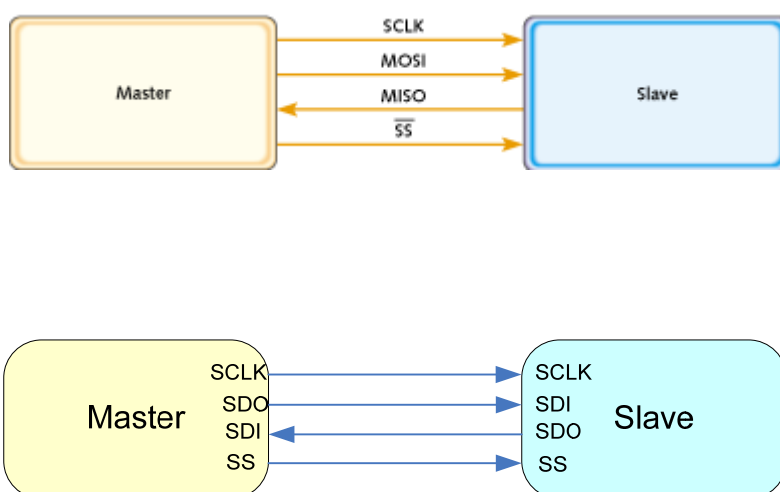
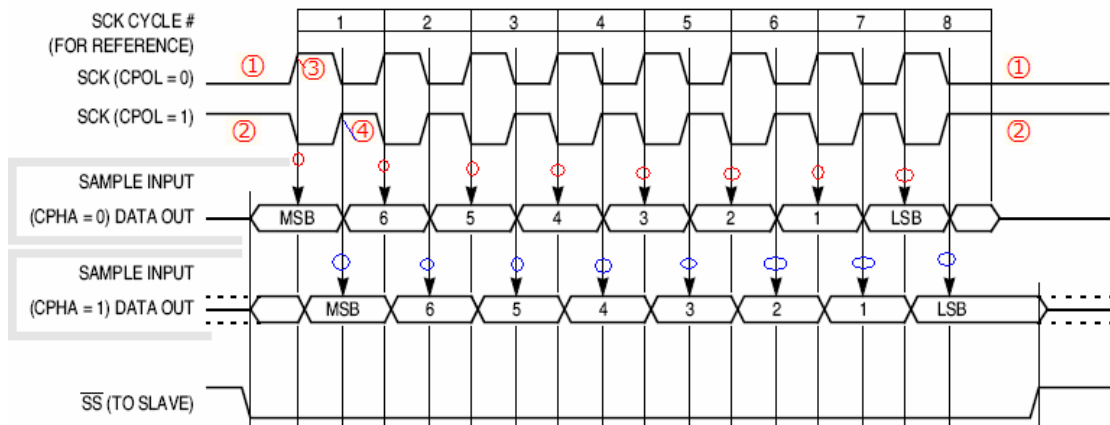
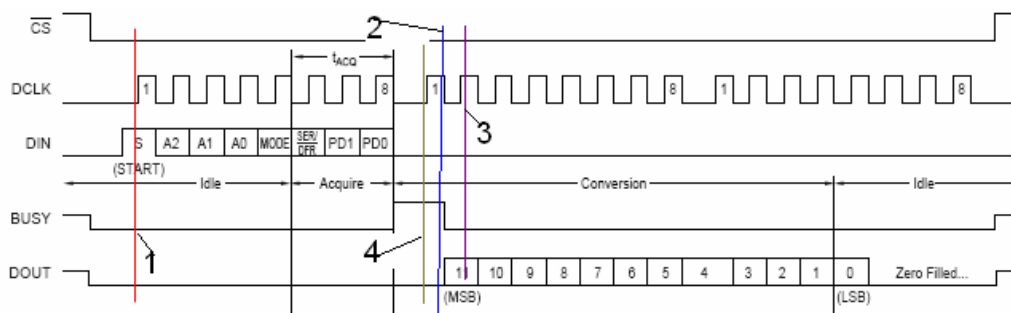

图 1 SPI 接口连接示意图
图 2 SPI 传输的几种时序模式
图 3 TSC2046 的 SPI 接口时序
在设备被使能激活后，还未进行数据传输时或两个字节数据传输间歇期间（见图 3 中的①与②处），SCLK 处于空闲（Idle）电平，通过“CPOL 空闲状态极性控制位”可以选择此空闲电平电平是 0 还是 1。
该控制位用来选择数据接收端设备的采样时刻。可能在 Idle to Active 的跳变沿（见图 3 中的红色圈处），也可能在 Active to Idle 的跳变沿（见图 3 中的蓝色圈处）。在该采样时刻，线上数据必须已经稳定可靠，因此数据发送端设备应提前将数据移出到数据线上。为了降低设计难度，大部分接口电路都是用同一时钟周期中前一个时钟沿（即相反时钟变化方向）将数据移出。
TSC2046 是在时钟的第一个 Idle to Active 沿采集数据（下图 1 处），而在第一个（下一字节）Active to Idle 沿开始移出数据（下图 2 处），这导致 Master 只能在第二个 Idle to Active 沿采集到的数据才是有效的（下图 3 处），而在第一个 Idle to Active 沿（下图 1 处）采集的数据是无效的，因此在软件中需要将该 Bit 丢弃。